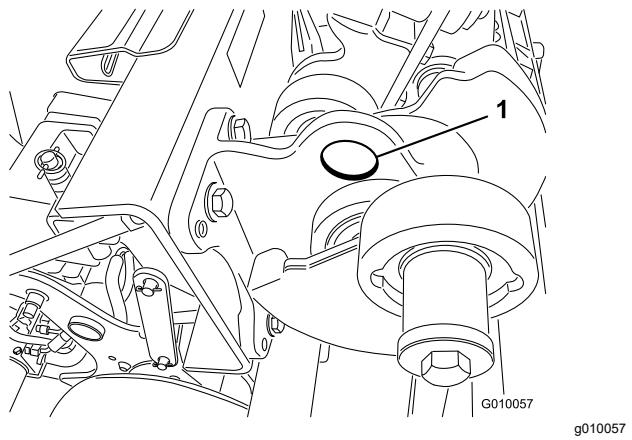

Figure 40
**Remarque:** Si possible, utilisez un palan pour soulever l'arrière de la machine. Utilisez les œillets des logements de roulements de la tête d'aération comme points de levage (Figure 40).